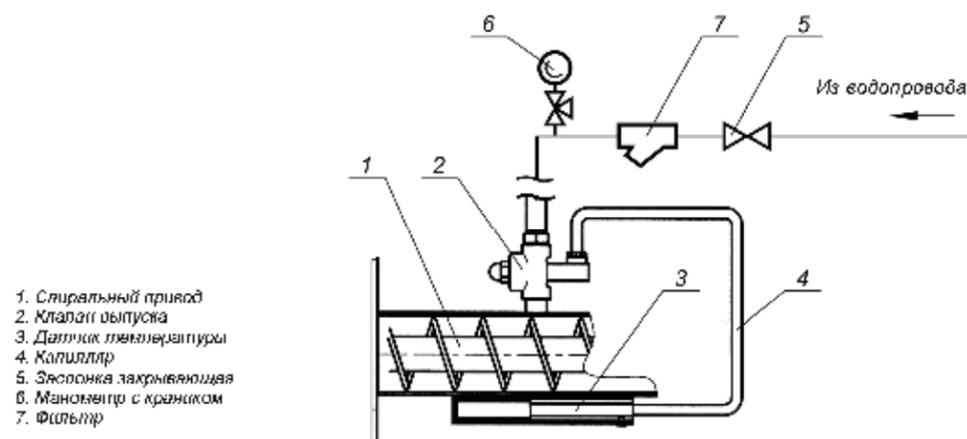

Рис. 2.
- 5.4. Во избежание распространения огня из топки котла в шнековый транспортер на нем устанавливается автоматический клапан тушения (см. рис. 2):